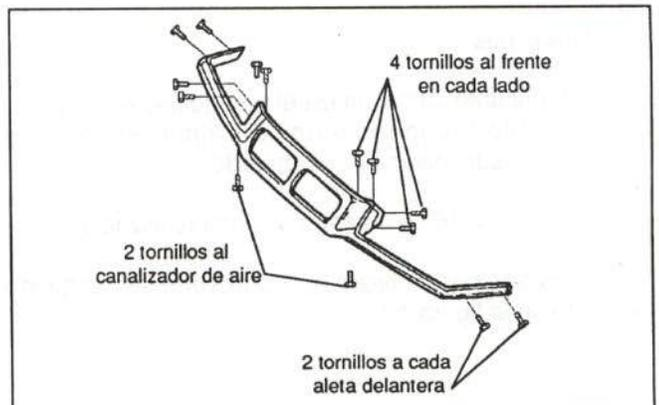

Figura 19.- Fijación de la rejilla
La figura 19 ofrece su fijación.
- Soltar rejilla frontal (figura 19)